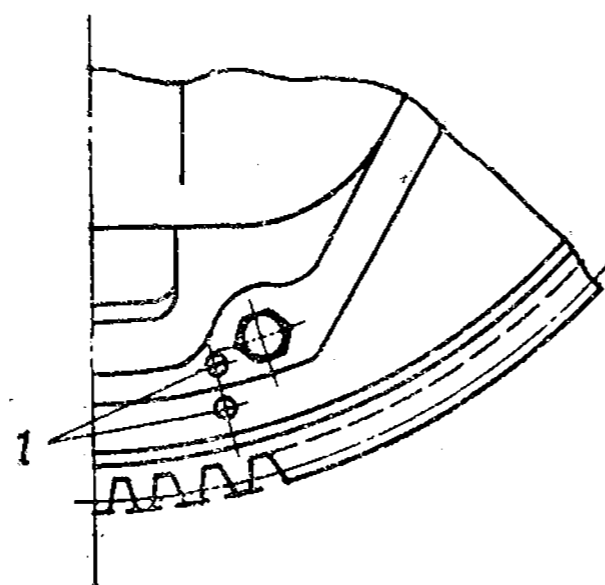

Рис. 29. Расположение меток на маховике и кожухе сцепления:
3. Нанести метки 1 (рис. 29) на кожухе сцепления и маховике.
<p>Чтобы не нарушить балансировку, метки 1 (рис. 29) на кожухе и маховике должны быть совмещены</p>